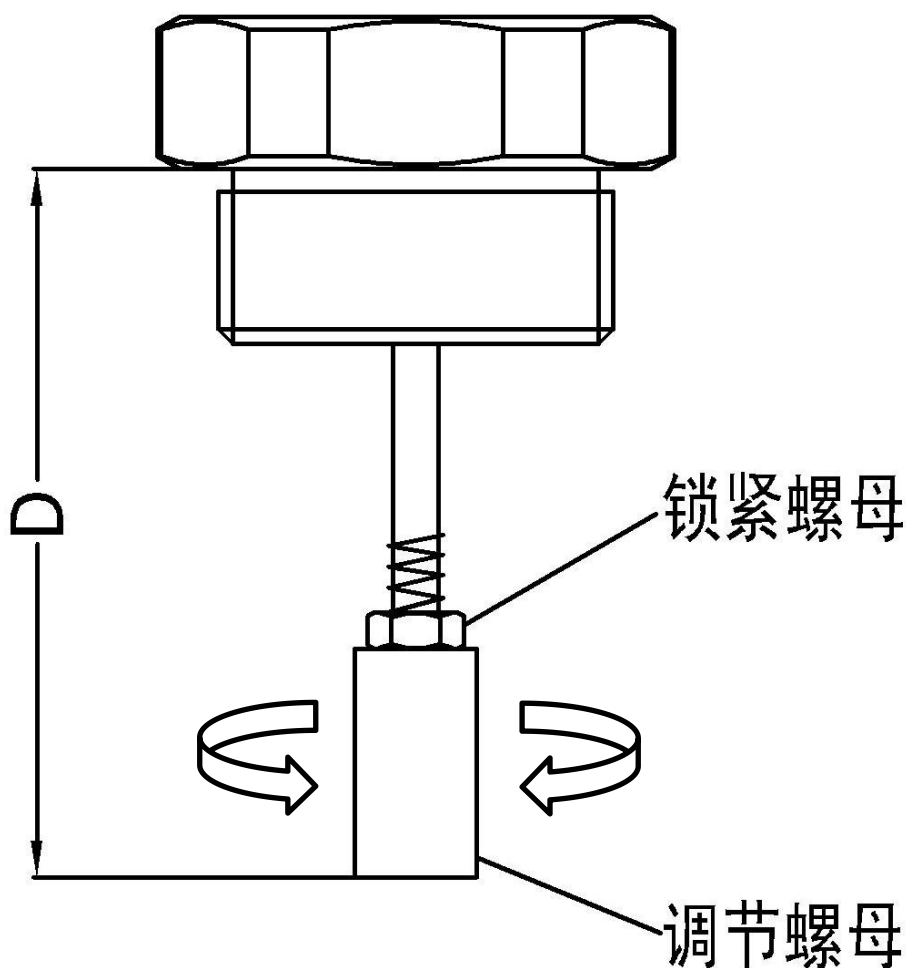

图 6. 位移传感器调节和测量
3. 调节位移传感器的调节螺母，然后在位移传感器完全松开状态下用深度尺测量 D 值（图 6 中标注所示）。计算压缩量 $L1 = D - C1$ ， $L2 = D - C2$ 。建议尽可能使 L1 和 L2 的值在表 1 所示的参考范围内。如果 L1 或 L2 的值无法满足在表 1 所示的参考范围内，则可根据实际情况调节 D 值。